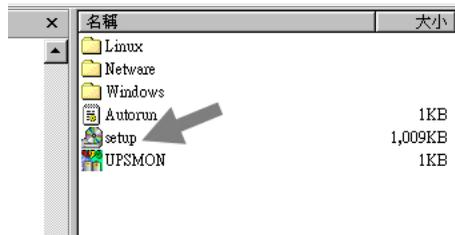

Рис. 5.2
**Примечание:** Если ваша инсталляционная программа не запускается автоматически, выберите Start→Programs→Windows Explorer (для ОС Windows XP), а затем кликните курсором мышки два раза по инсталляционной иконке (в вашем дисковом CD-ROM, как показано на рис. 5.2).